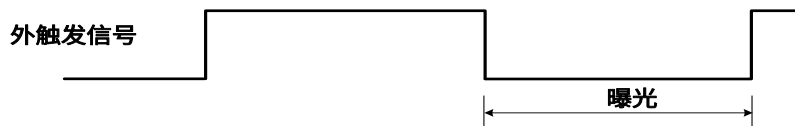

图 8-31 下降沿触发宽度曝光模式时序图
- 若启用下降沿触发，曝光会在触发信号下降时开始，一直持续到触发信号上升结束，如图 8-31 所示